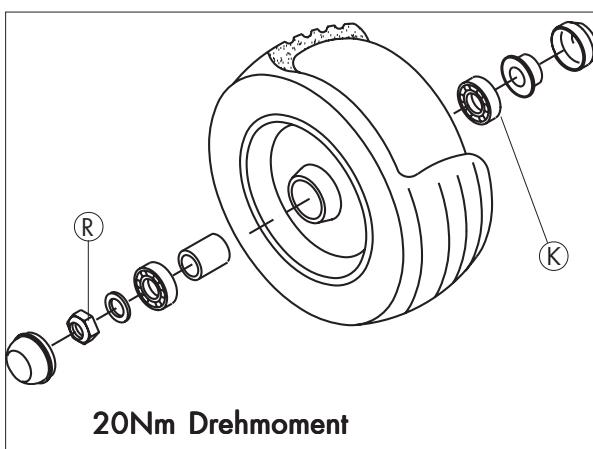

Bild 2-7
Die Radnabe (R) nur mit 20 Nm Drehmoment anziehen, damit der Kunststoffring (K) nicht beschädigt wird (Bild 2-7).